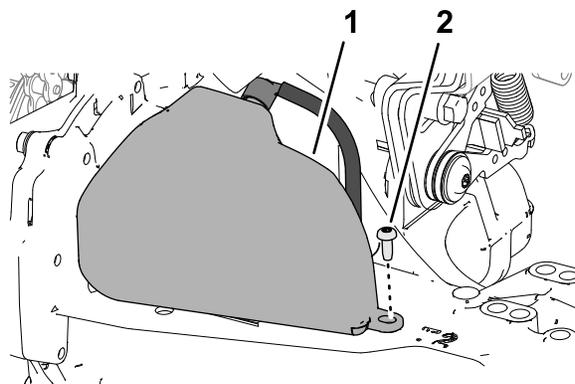

Рисунок 58
2. Отверните и сохраните винт (№ 10 x 1/2 дюйма), отпустите храповой фиксатор, с помощью которого расширительный бачок крепится к корпусу (Рисунок 58).